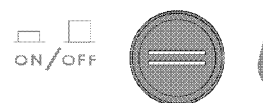

рис. 13
Переведите переключатель (21) в положение OFF (ВЫКЛ) (рис. 13).